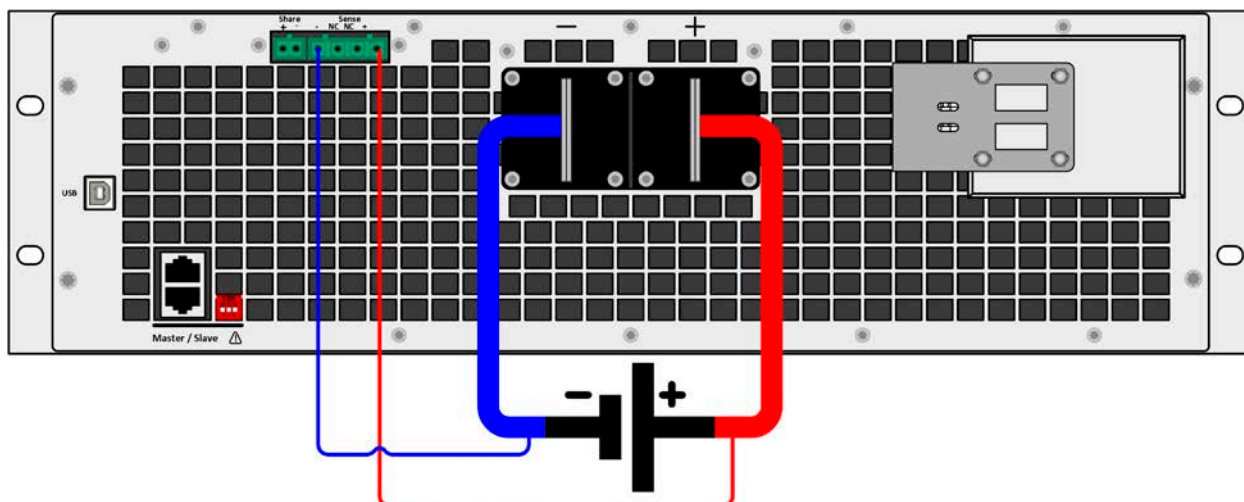

Рисунок 8 - Пример подключения удалённой компенсации
- Удалённая компенсация напряжения эффективна только при режиме постоянного напряжения (CV) и для других режимов работы, вход Sense должен быть отключен по возможности, тогда как его подключение ведёт к увеличению колебаний.
- Кабели Sense должны быть подключены + к + и - к - на источнике, в противном случае, обе системы будут повреждены. Смотрите Рисунок 8.